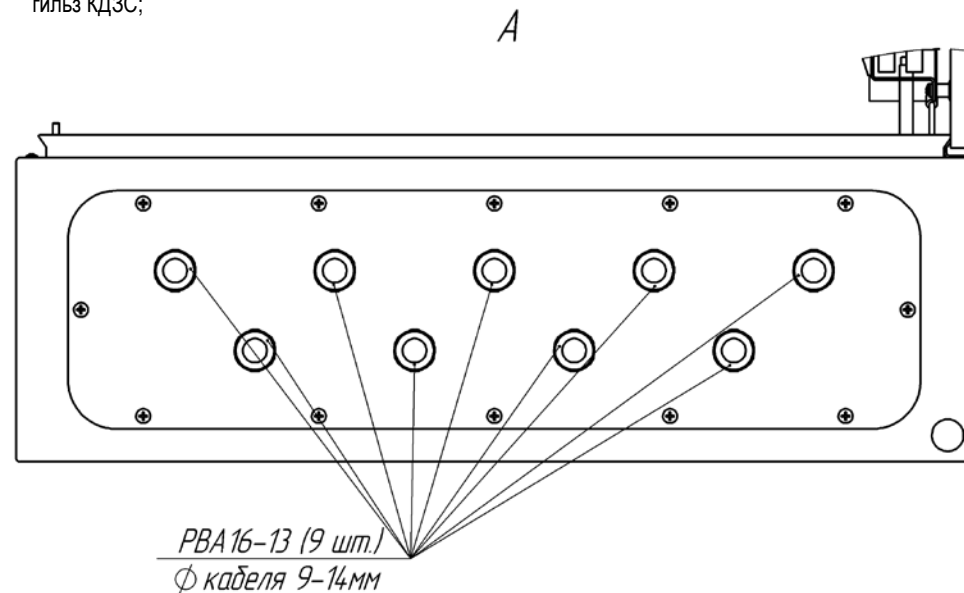

Рис. 1 Устройство термощафа (дверь открыта на 90°)
- снять оптический кросс с кронштейна, ослабив крепежные винты В1 и В2 (рис.1);
5. Подключить тамперный контакт S2 (поз.4 рис.1) к внешнему устройству сигнализации через контакты 7 и 8 (4-я пара) планты Х2.
6. Подать напряжение питания 220В АС на клеммную колодку Х2, при этом фазный провод (L) соединить с контактом 1.1, нулевой провод (N) с контактом 2.1, а провод заземления соединить с контактом 3.1 (РЕ).
**Состав изделия:** (рис.1)